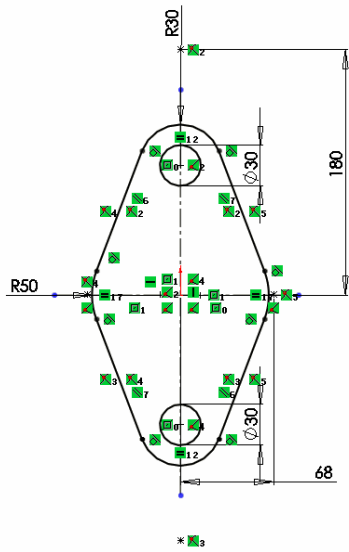

图 4-35 底座草图
- ⑩ 绘制圆。单击草图绘制工具栏上的圆按钮，捕捉上下两个圆角的中心，绘制两个直径为 30mm 的圆孔，完成底座草图的绘制，如图 4-35 所示。